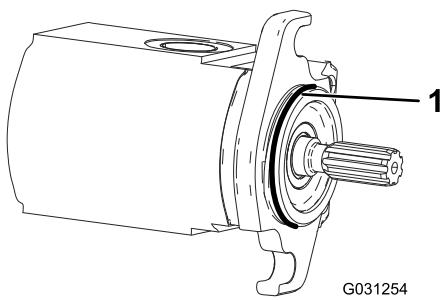

**Figure 6**
1. Retirez et mettez au rebut la vis de fixation sur la plaque latérale du moteur de cylindre (Figure 6).
2. Montez les graisseurs droits (Figure 6).
3. Si la plaque latérale du moteur de cylindre ne possède pas de boulons, mettez-les en place (Figure 6).
6. Graissez la plaque latérale jusqu'à ce que l'excédent de graisse ressorte par l'orifice de graisse (Figure 6).